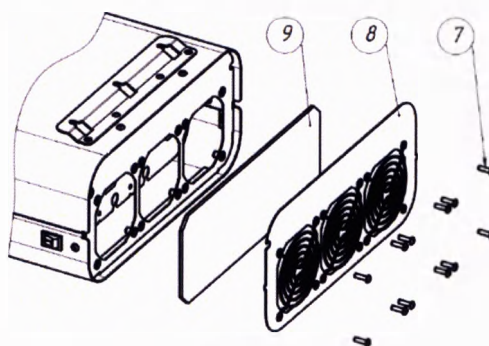

Рисунок 10
- Вывернуть 12 винтов М4х14 (рис.10, поз.7), снять решетки и пластину нижней панели (рис.10, поз.8).
- Заменить фильтр (рис.10, поз.9).